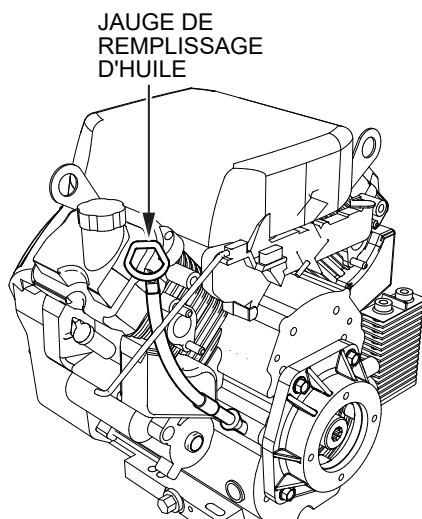

Figure 8. Jauge d'huile du moteur (Démontage)
2. Enlever la jauge de son support (Figure 8) et l'essuyer correctement.